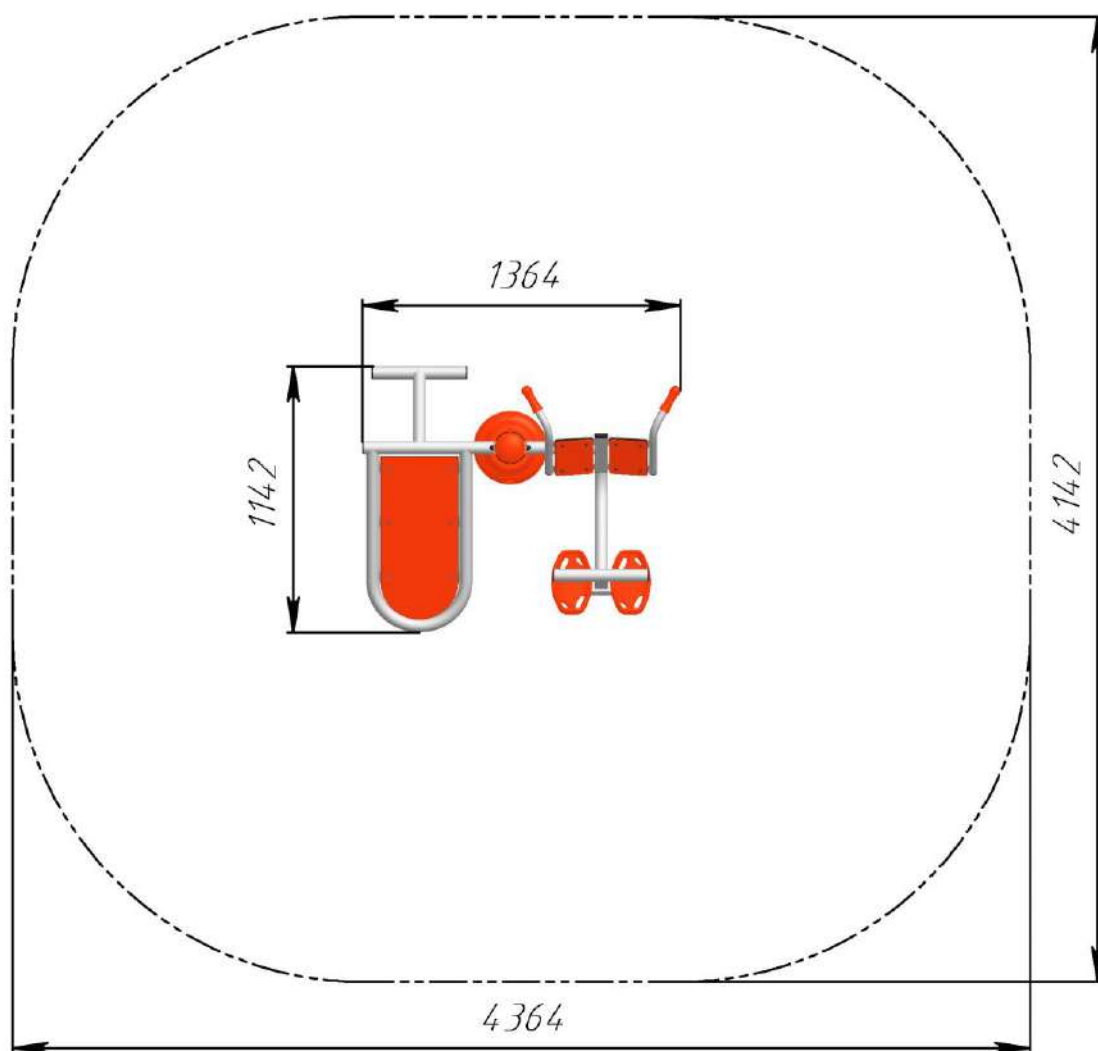

Рис.2 Зона безопасности тренажера “Гиперэкстензия + пресс” РТР 504Т
3.5. Монтаж тренажера проводится на ровном месте в соответствии с планировкой размещения всего оборудования площадки. При монтаже необходимо обеспечить безопасную зону вокруг тренажера в соответствии с рис. 2.